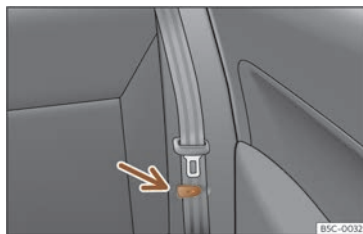

Fig. 97 Siège arrière : pince pour attacher la ceinture de sécurité.
- Placez les ceintures de sécurité latérales dans la pince du revêtement >>> **fig. 97**.